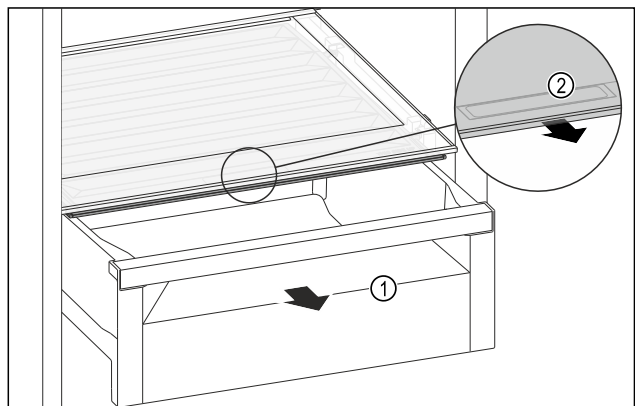

Fig. 131
- Schubfach Fig. 131 (1) herausziehen.
- Griffmulde Fig. 131 (2) am Fachdeckel anfassen und Fachdeckel gleichzeitig nach vorne ziehen.